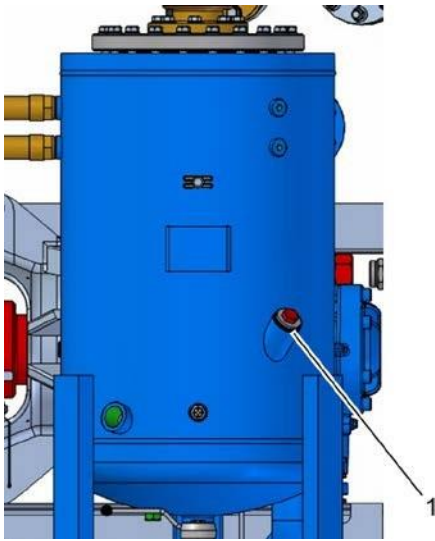

Рис. 38: Резьбовая пробка наливного отверстия (вариант)
- Отверните резьбовую пробку наливного отверстия (Рис. 37/1 или Рис. 38), извлеките ее и проследите за тем, чтобы не потерялось уплотнительное кольцо.